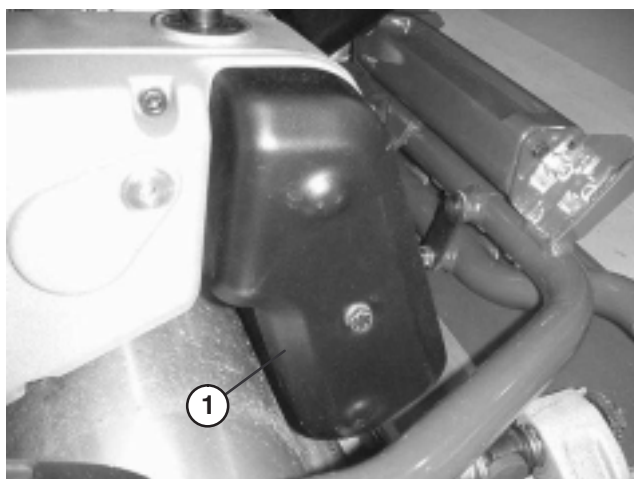

Figure 40
1. Retirez les fixations du couvercle de la courroie et déposez le couvercle pour exposer la courroie (Fig. 40).